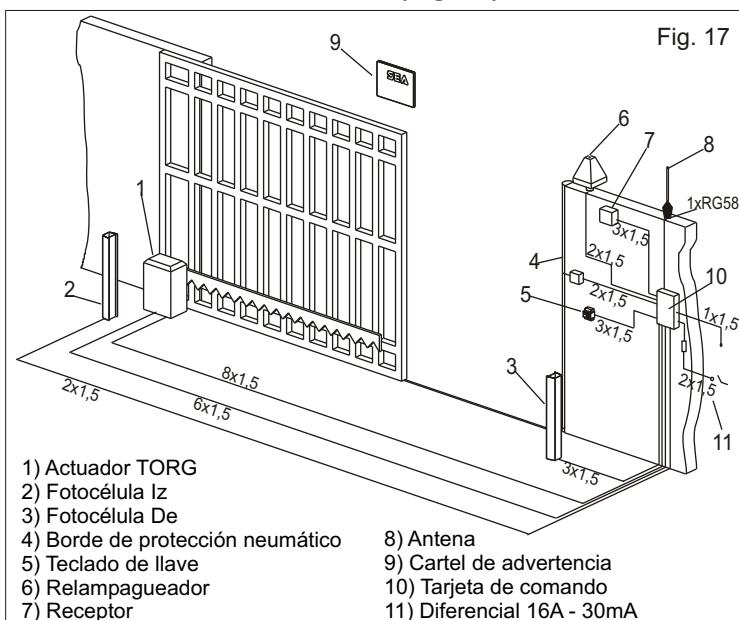

Fig. 17
8. CONEXIONES ELÉCTRICAS (Fig. 17)